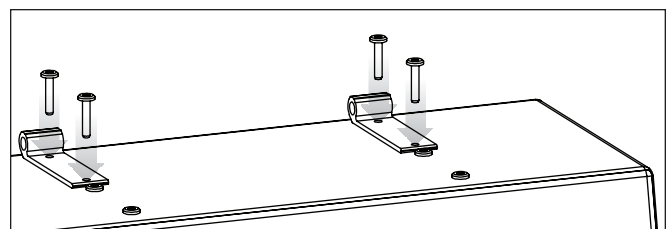

Figure 11. Réinstaller les supports de boîtier de l'EFX
- 8 Tournez les supports de boîtier de 180 degrés et installez-les sur le côté opposé du boîtier (voir figure 11).